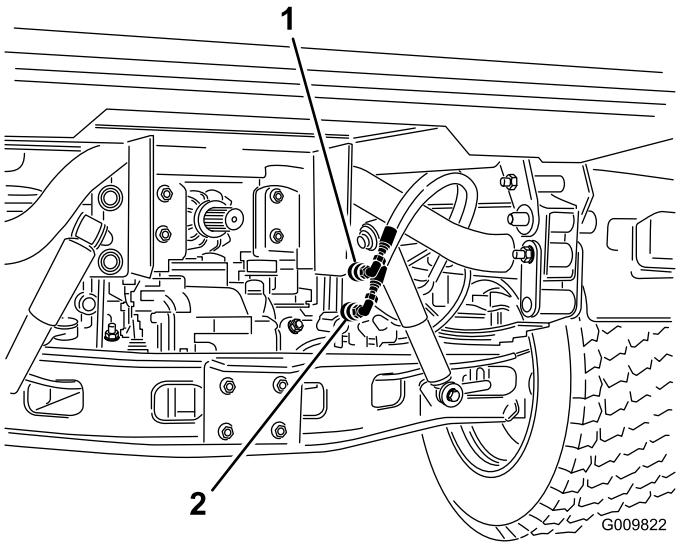

Figure 73
- Sur les deux machines, débranchez les 2 flexibles à raccords rapides des flexibles fixés au support de raccord (Figure 73).